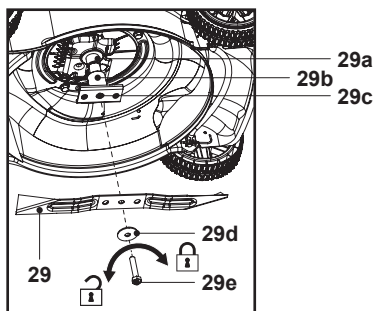

Fig. 23
1. Maintenir le dessous de la machine et la lame de coupe (29) propres et exempts de débris. Retirer l'herbe coupée de la goulotte d'éjection arrière (28).
2. Vérifier régulièrement que toutes les fixations, par exemple les écrous et boulons, sont bien serrées avant d'utiliser le produit. Une utilisation prolongée, particulièrement sur des sols sablonneux, entraîne l'usure et une légère déformation de la lame de coupe (29). La coupe est moins efficace et la lame de coupe (29) doit être remplacée.
3. Garder la lame de coupe (29) affûtée pour assurer de bonnes performances de coupe. Si la lame de coupe (29) est usée ou endommagée, la remplacer par une lame neuve de même type, ou demander à un spécialiste qualifié de l'affûter.
4. Si la machine ne peut pas être mise sur cric, l'incliner vers la droite de sorte que le bouchon du réservoir de carburant (12) soit orienté vers le haut. Cela permet d'éviter les fuites de carburant et les démarrages difficiles pouvant être causés par un carburateur (13) noyé.
5. Desserer le boulon tête hexagonale (29e) dans le sens antihoraire à l'aide d'une clé adaptée (taille : 17 mm) et le retirer de l'axe de palier (29a) avec la rondelle (29d), la lame de coupe (29), le support de lame (29c) et la bague intérieure (29b).
- Remplacer la lame de coupe (29) par une neuve de même type. Replacer le support de lame (29c) avec la bague intérieure (29b) sur l'axe de palier (29a) et s'assurer que la fente du support de lame (29c) s'enclenche jusqu'au bout dans la goupille de l'axe de palier (29a). Vérifier l'état de la bride sur le support de lame (29c), puis installer correctement la lame de coupe (29) et fixer l'ensemble à l'aide de la rondelle (29d) et du boulon tête hexagonale (29e). Serrer le boulon tête hexagonale (29e) dans le sens horaire à un couple compris entre 50 Nm minimum et 60 Nm maximum pour assurer le bon fonctionnement de la machine (Fig. 23).